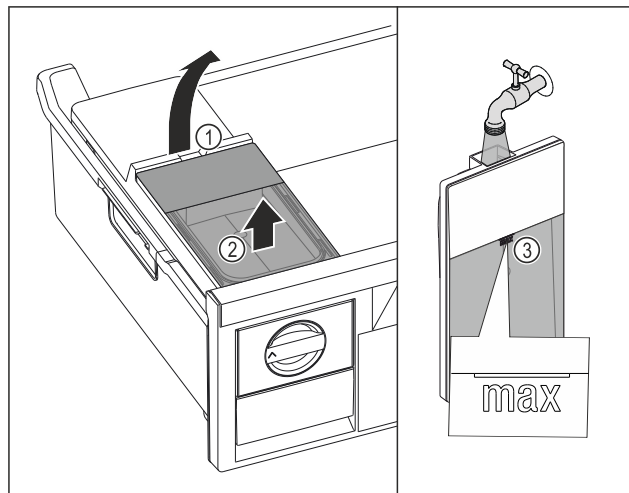

Fig. 128
- ▶ Wassertank an der Aussparung Fig. 128 (1) anheben.
- ▶ Wassertank nach oben entnehmen. Fig. 128 (2)
- ▶ Wassertank bis zur Markierung Fig. 128 (3) mit Trinkwasser befüllen.